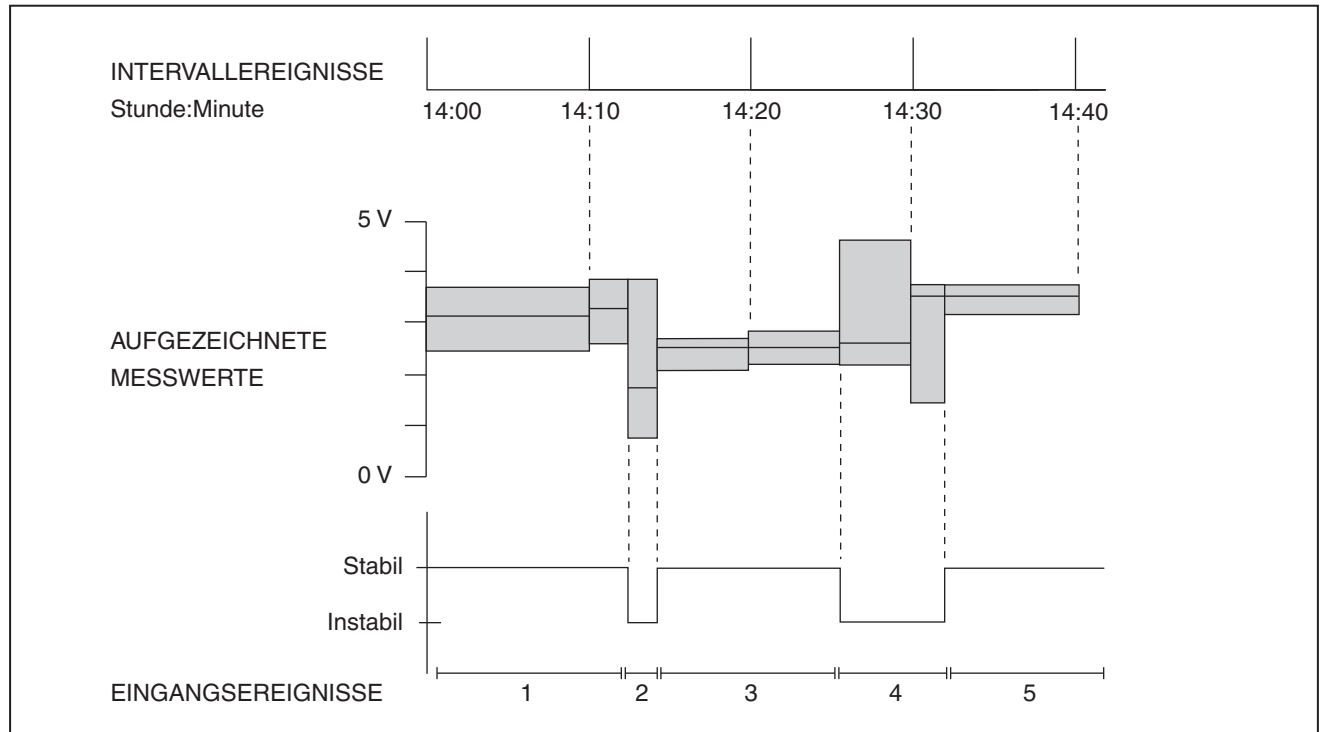

Abbildung 2. Intervallereignisse und Eingangsereignisse
Eingangsergebnisse werden mit dem Attribut *stabil* oder *instabil* beschrieben. Stabile Eingangsergebnisse umfassen Messwerte, die innerhalb der benutzerdefinierten Einstellungen liegen. Instabile Eingangsergebnisse umfassen Messwerte, die außerhalb der benutzerdefinierten Einstellungen liegen. Siehe Abbildung 2.
- *Intervallereignisse* werden aufgezeichnet, wenn das benutzerdefinierte Aufzeichnungsintervall beendet ist. Intervallereignisse können als eine Reihe von Messwerten verstanden werden, aufgeteilt nach Zeit in Abschnitte. Siehe Abbildung 2.